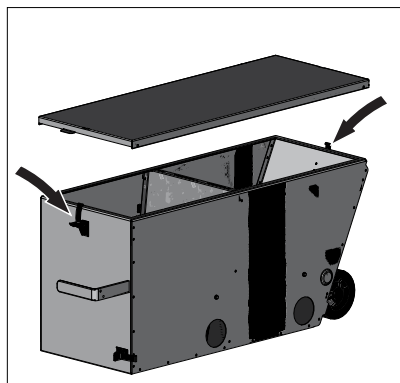

Fig. 34 Allentare le chiusure flangiate, rimuovere il coperchio e svuotare il contenitore cenere
- ▶ Allentare entrambe le chiusure flangiate nella parte superiore del coperchio, rimuovere il coperchio e svuotare il contenitore cenere – Fig. 34.